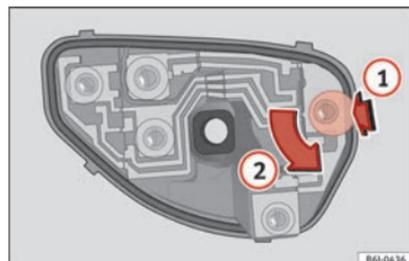

Fig. 107 Remplacement des ampoules des feux arrière.
- Une fois le porte-ampoule retiré, appuyez dans le sens de la flèche **1** et tournez simultanément dans le sens de la flèche **2** » fig. 107.